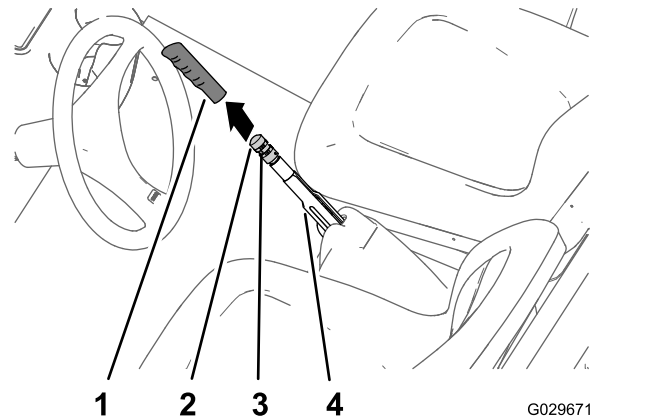

Bild 56
1. Nehmen Sie den Griff vom Feststellbremshebel ab (Bild 56).
2. Lösen Sie die Stellschraube, mit der das Feststellbremsstellhandrad am Feststellbremshebel befestigt ist (Bild 56).
3. Drehen Sie das Einstellhandrad für die Bremse, bis eine Kraft von 133 bis 156 N erforderlich ist, um den Feststellbremshebel zu betätigen (Bild 56).
4. Ziehen Sie die Stellschraube fest und befestigen den Handgriff (Bild 56).
2. Lösen Sie die Stellschraube (Bild 56), mit der das Bremseinstellhandrad am Feststellbremshebel befestigt ist, lösen Sie die Feststellbremse und das Bremseinstellhandrad.
5. Drehen Sie das Einstellhandrad für die Bremse (Bild 56), bis eine Kraft von 133 bis 156 N erforderlich ist, um den Feststellbremshebel zu aktivieren.
- C. Drehen Sie das Einstellhandrad für die Bremse (Bild 56), bis eine Kraft von 133 bis 156 N erforderlich ist, um den Feststellbremshebel zu aktivieren.
- Ziehen Sie die Stellschraube fest und befestigen den Handgriff (Bild 56).